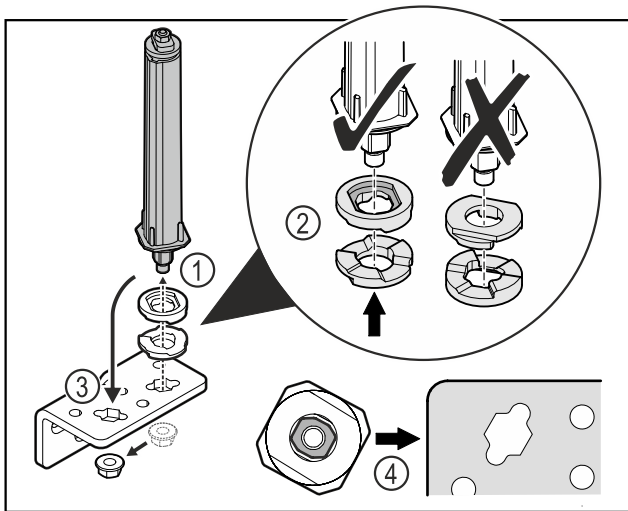

Fig. 34
- ▶ Отпустите гайку и демонтируйте систему закрытия двери Fig. 34 (1).
- ▶ Учитывайте правильность выравнивания шайб для регулировки высоты Fig. 34 (2).
- ▶ Переставьте систему закрытия двери в шарнирный уголок и зафиксируйте гайкой Fig. 34 (3).
- ▶ При установке учитывайте правильность выравнивания системы закрытия двери Fig. 34 (4).